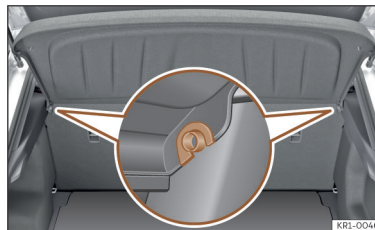

Fig. 166 Na bagageira: desmontar e montar a chapeleira.
- Desencaixe a chapeleira dos suportes laterais >>> **Fig. 166** puxando-a para cima e retire-a.
- Introduza a chapeleira horizontalmente fazendo coincidir a «fechadura» sobre o eixo dos suportes >>> **Fig. 166**, e pressione para baixo até que encaixe.